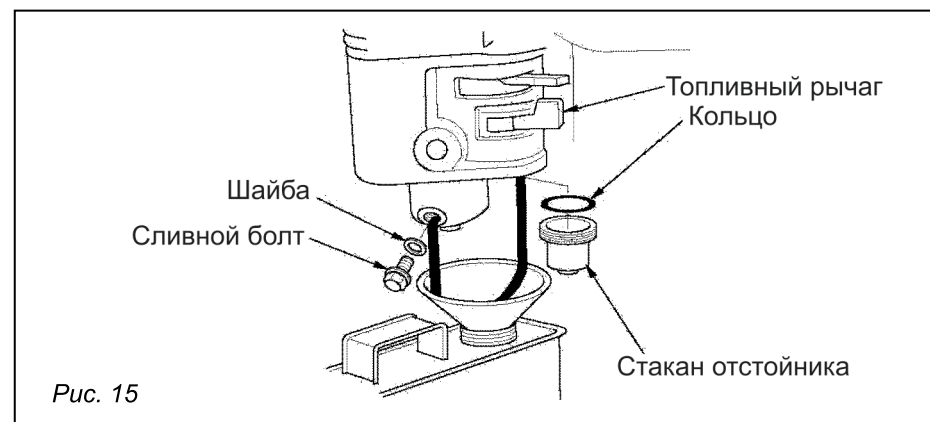

Рис. 15
8.4. Очистка фильтра-отстойника карбюратора (рис. 15)
- Слейте топливо. Закройте топливный кран, снимите отстойник, слейте из него топливо, поместите специальную емкость под карбюратор и слейте в нее топливо, открыв топливный кран. Установите отстойник на место. Выверните сливной болт карбюратора и слейте из него топливо (см. рис. 15).